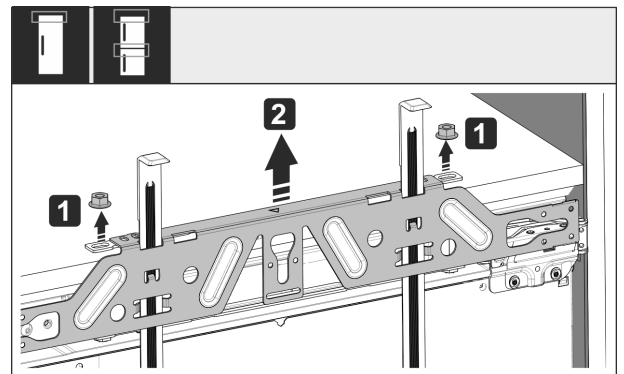

Fig. 53
- ▶ Ослабте контргайки Fig. 53 (1).
- ▶ Зніміть кріпильну поперечку Fig. 53 (2).